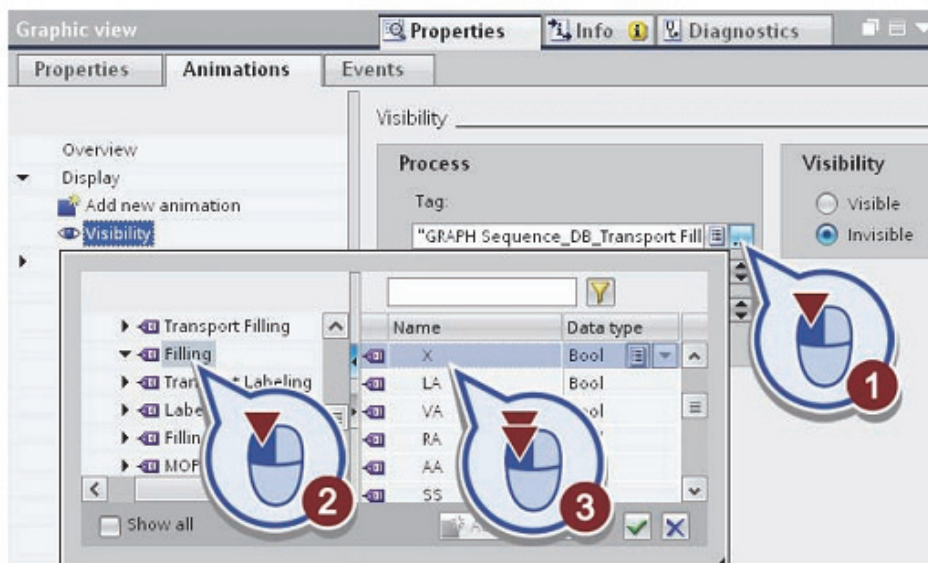

Рис. 3.36. Связь тега со второй бутылкой
– свяжите тег «X» двойным щелчком мыши (рис. 3.36).